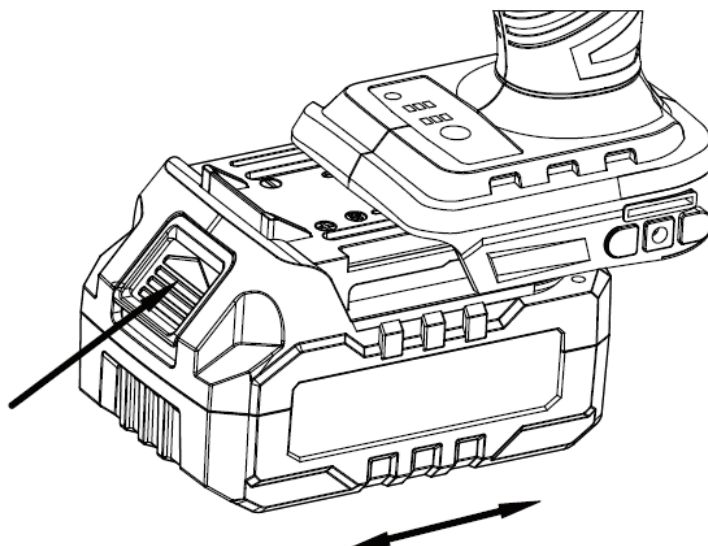

Рис. 2
**б. Установка и снятие перезаряжаемой аккумуляторной батареи (Рис. 2)**